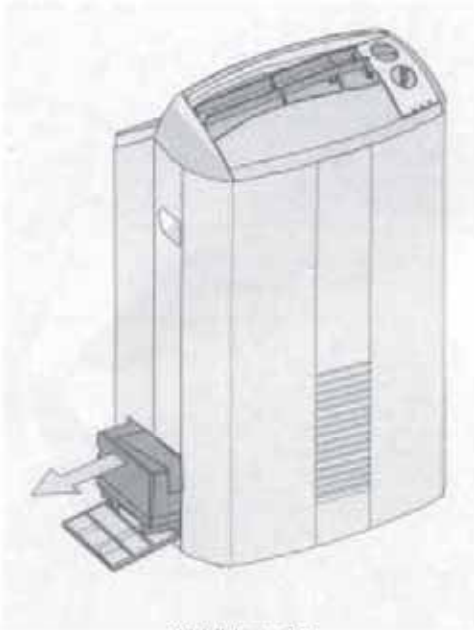

Abbildung 14
1. Öffnen Sie die Tür der Kondensatwanne (siehe Abb. 14).